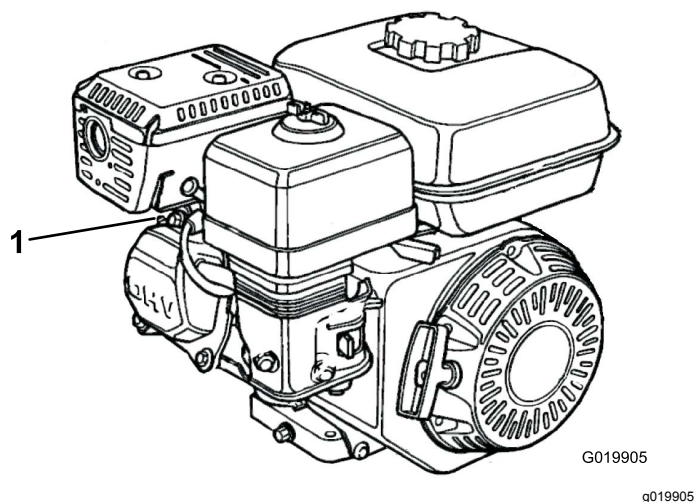

Figura 33
1. Desligue o fio da vela da ignição da vela da ignição (Figura 33).